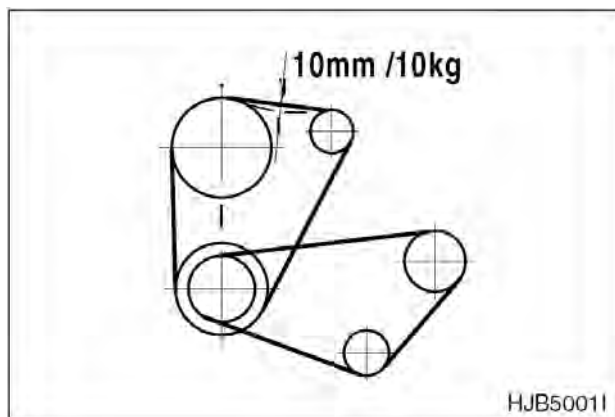

Рис. 47
2. При выключенном двигателе проверить натяжение ремня вентилятора, нажав на ремень сверху посередине между шкивом вентилятора и шкивом генератора. Ремень должен провисать примерно на 10 мм. См. Рис. 47. Для регулировки ремня ослабить регулировочные анкерные болты генератора, отрегулировать натяжение ремня и вновь затянуть болты.